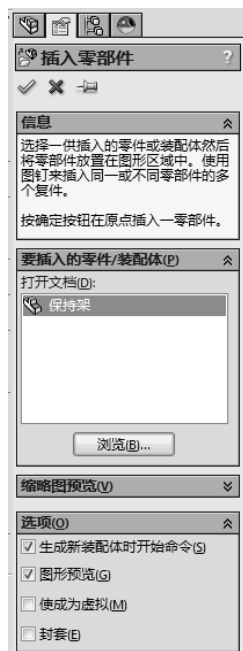

图 7-110 设置插入零部件操控板
- [1] 单击装配体工具栏上的【插入零部件】按钮，出现插入零部件操控板，单击【浏览】打开现有文件保持架，设置插入零部件操控板，如图 7-110 所示。